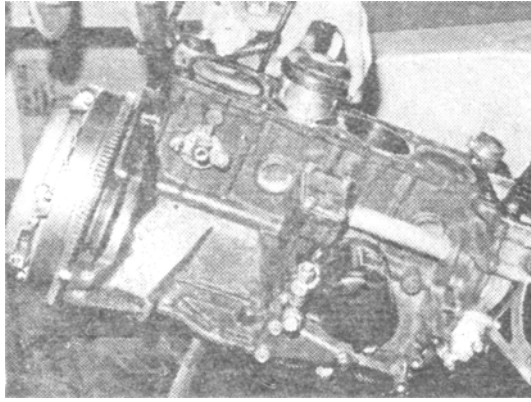

Рисунок 30 – Выемка поршней с шатунами
- вынуть поршни вместе с шатунами (рисунок 30). Перед разборкой шатунно-поршневой группы проверить правильность меток на шатунах и их крышках, а также их соответствие порядковым номерам цилиндров;